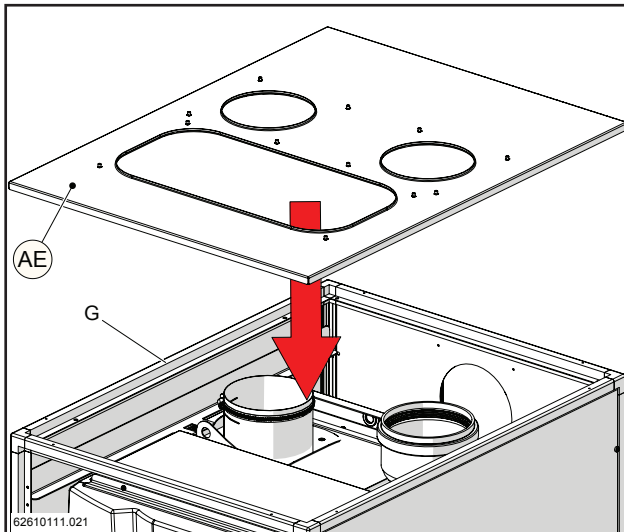

Figure 15-63
- 15.- Appliquer la couverture (AE) sur le cadre supérieur "G" avec les vis "B" en correspondance des trous (figures 15-63 et 15-64).